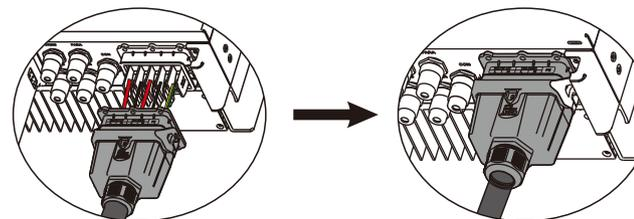

Figura 4.3-6 Instalar terminales de conexión de AC
Paso 4. Conecte el cable combinado de AC al terminal de AC del inversor, apriete el cable a un par de 2,0 N·m a 2,5 N·m, y luego asegure la cubierta de AC. Ver figura 4.3-6.